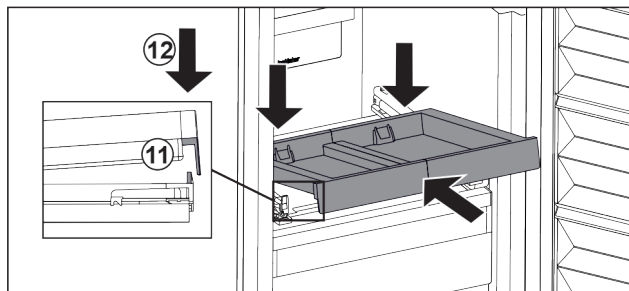

Fig. 88
- ▶ Inserați-l oblic. Aveți în vedere ca opritorul să fie în spatele lamei pe ambele părți. Fig. 88 (11)
- ▶ Depuneți raftul extractibil în față. Fig. 88 (12)